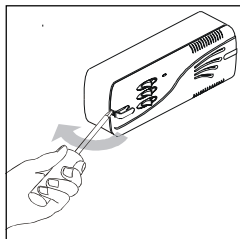

Fig. 2a :
- 1 Enlever l'avant du cadre de montage en retirant les couvercles de vis et les deux vis. (Voir la Fig. 2a&b).